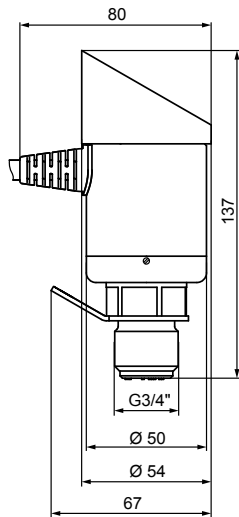

Рисунок 4.1 – Габаритные размеры
1. Подготовить место установки в резервуар согласно установочным и габаритным размерам прибора (см. рисунок 4.1).